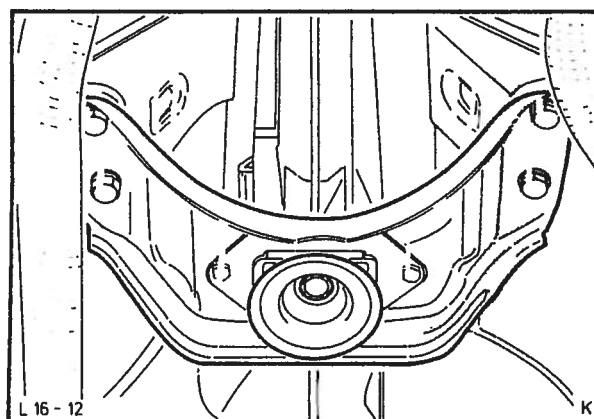

Fig. 20 Skru av gearkassens travers.
14. Skru løs gearkassens travers fra gulvet og fra gearkassen (5 bolter), fig. 20. Understøtt gearkassen.